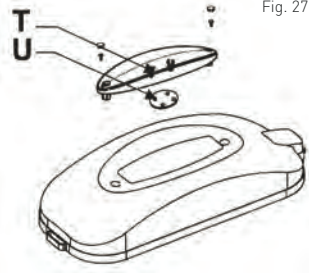

Fig. 27
**Waarschuwing:** Dompel de komdeksels met lamp niet onder in vloeistof. Zorg er vóór het reinigen voor dat de lampen zijn verwijderd uit het apparaat, zoals hieronder beschreven (Zie fig. 27):